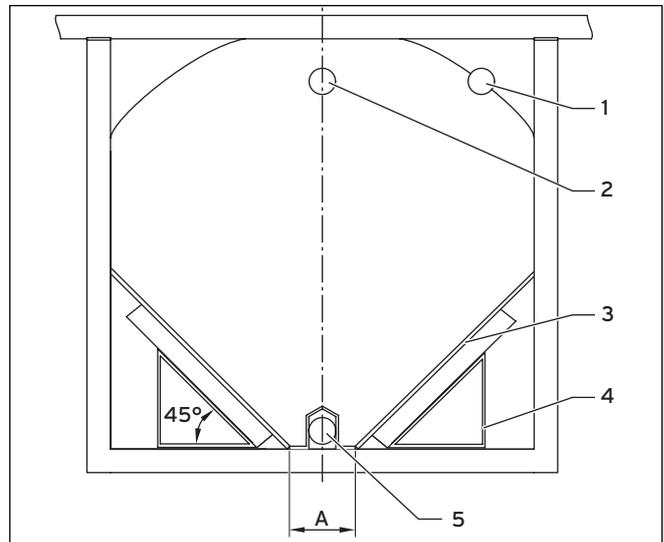

Fig. 4.1 Sección transversal del depósito de pellets
- Coloque el rodamiento con soporte embreado con la descarga de presión centrado entre ambas rampas (→ **Fig. 4.1, Pos. A**).